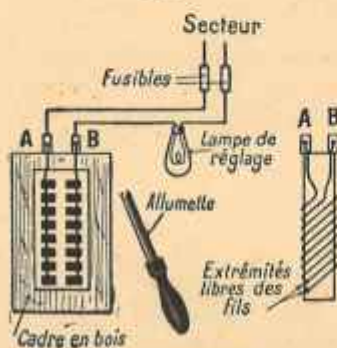

FIG. 110 ET 111.
**64. A la cuisine et à la salle à manger.** — Décrivons tout d'abord un type d'*allumoir électrique* (fig. 110) : il se compose de